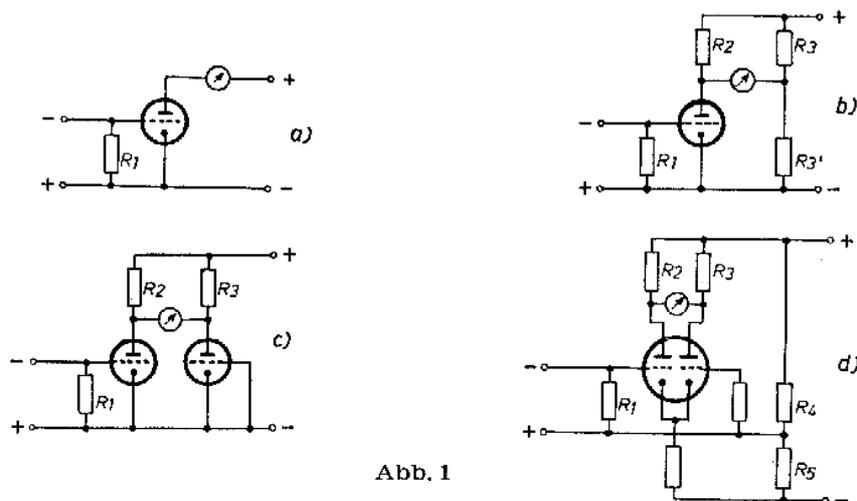
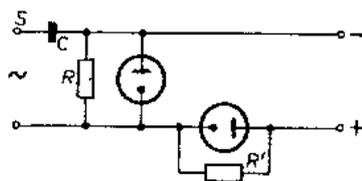
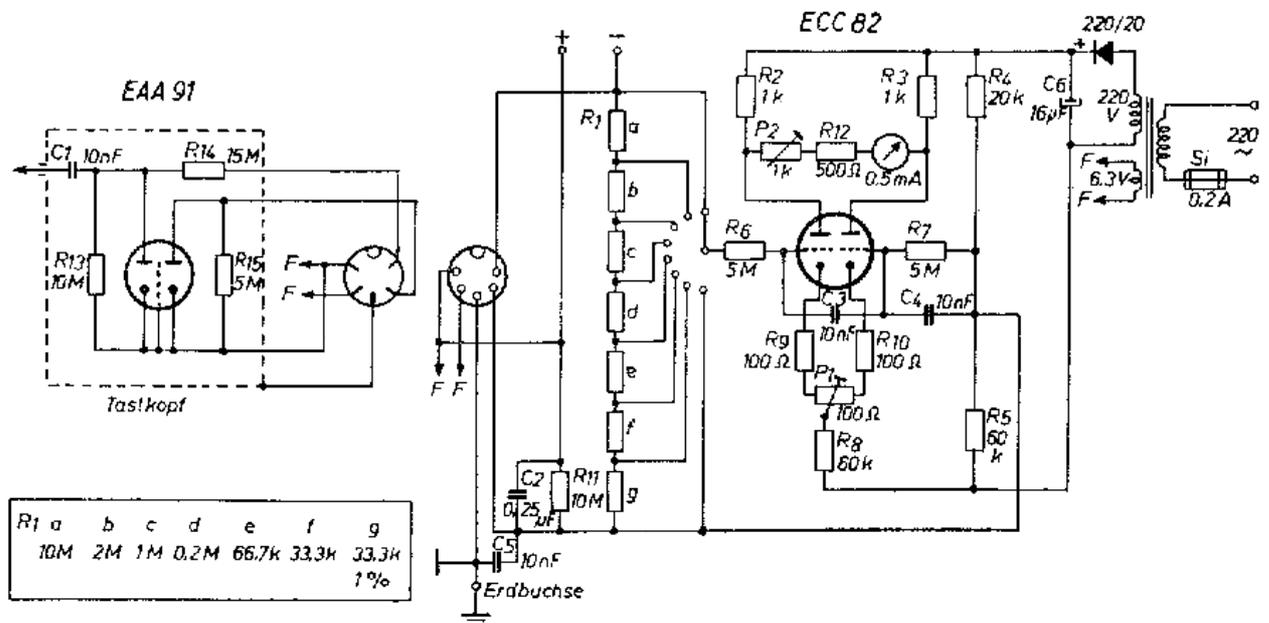

Abb. 1
Abb. 2
Abb. 4
In Abb. 1 a-d soll das elektrische Skelett verständlich gemacht werden. Zunächst seien nur Gleichspannungen zu messen, die mit der gezeichneten
Anders liegt der Fall, wenn Wechselspannungen gemessen werden sollen. Wir lassen unsere bisherige Anordnung bestehen und schalten einen Gleichrichter davor. Abb.2 zeigt einen einfachen Diodenkreis, der völlig genügt. Diese Schaltung (die linke Diode mit R) kennen wir vom Demodulator im Empfänger her. R wird - wie R1 - mit 10 MOhm gewählt, während C nur so groß sein muß, daß die tiefste zu messende Frequenz noch erfaßt wird (für 50 Hz genügen 10 nF). Die ganze Anordnung wird in eine handliche kleine Sonde (Tastkopf) eingebaut und mit dem Röhrenvoltmeter durch ein Kabel verbunden, das nur noch Gleichstrom und Heizstrom führt. Die Eingangsbuchse S ist als Tastspitze ausgeführt (siehe Photo), damit bei hochfrequenten Messungen lange Leitungen vermieden werden. Über die zweite Diode und R' siehe weiter unten.
Bevor wir zur Gesamtschaltung (Abb. 4) übergehen, müssen wir uns noch mit drei wesentlichen Fragen herumschlagen:
**1. Anlaufstrom.** In jeder Diode - dazu gehört auch die Strecke Katode-Steuergitter bei Verstärkerröhren - fließt auch bei null Volt angelegter Spannung ein kleiner sog. Anlaufstrom (Abfluß freier Elektronen aus der Katode). Er erzeugt in einem Widerstand (R1 in Abb.1, R in Abb.2) einen Spannungsabfall, der von R abhängt und hier bei etwa 1 Volt liegt. Die Diode in Abb. 2 liefert also bereits im Ruhezustand eine kleine Gleichspannung. Wir kompensieren sie mit Hilfe einer zweiten Diode und R', so daß sich die beiden Anlaufspannungen gerade aufheben. Theoretisch müßten R und R' gleich groß sein, in unserer Schaltung ist R' aber wesentlich kleiner, was auf eine geringe Unsymmetrie der Brumm-Einstreuungen zurückzuführen ist.
Aber nicht nur im Diodenkreis, sondern auch im Gitterkreis der Triode tritt diese Anlaufspannung störend hervor. Wenn R1 sich nicht ändern würde, hätte sie keine Bedeutung. Da wir R1 jedoch als Spannungsteiler ausbilden wollen, um verschiedene Meßbereiche zu bekommen (Abb. 4), ändert sich mit jedem Umschalten auch die Anlaufspannung und bedingt jedes Mal eine Nullkorrektur des Instrumentes. Durch Vorschalten eines großen Gitterwiderstandes vor die Röhre (R6 in Abb. 4) vermindern wir diesen Effekt sehr. Aus Symmetriegründen bekommt auch die rechte Röhre den Vorwiderstand. Die Null-Lage muß jetzt nur beim Umschalten auf den kleinsten Meßbereich geringfügig nachgestellt werden.
**2. Null - Einstellung.** Jeder Gleichspannungs-Verstärker (diesen Fall haben wir hier vor uns) muß von Zeit zu Zeit etwas nachjustiert werden, da sich die Röhrendaten und Widerstandswerte während der Betriebszeit geringfügig ändern. In Abb. 4 wird mittels P1 die Symmetrie zwischen den beiden Katoden eingeregelt. Ferner sehen wir in Serie mit dem Instrument das Potentiometer P2. Dieser Regler verändert die Empfindlichkeit und damit den Endausschlag des Instrumentes und dient zur einmaligen Einstellung auf Vollausschlag auf irgendeinem Meßbereich. Er braucht dann nur bei Röhrenwechsel nachgetrimmt zu werden. Durch den Anschluß des Dioden-Tastkopfes darf sich in Ruhe die Null-Lage nicht mehr ändern.
Jetzt wird Abb.4 leicht verständlich. R1 ist als Spannungsteiler aufgeteilt, die 7 Teilwiderstände müssen auf 1%, besser 0,5% genau sein, da von ihnen die Meßgenauigkeit des ganzen Gerätes abhängt. R11, (sowie R13 und R15) brauchen nicht so genau zu sein, sollen aber unbedingt vor dem Einbau gealtert werden, R11 liegt als Vorwiderstand vor dem Eingang des Gerätes. Dadurch lassen sich ohne Störungen alle Messungen erdfrei ausführen, d.h. es kann der Plus- oder Minuspol des Einganges geerdet werden. C2, C3 und C4 verhindern Störungen, die durch Eindringen von Wechselfspannungen und ihrer Gleichrichtung entstehen könnten. Der fünfpolige Stecker führt zum Tastkopf. R11 und R13 sind gleich groß und entsprechen R' und R in Abb.2. Da R' aber, wie oben erwähnt, im vorliegenden Fall kleiner sein muß als R, wird R11 beim Einstecken des fünfpoligen (Tuchel-)Steckers entsprechend mit R15 überbrückt. Der Widerstandswert R15 ist ziemlich unkritisch und wird ausprobiert, er muß so groß sein, daß die Null-Lage beim Einstöpseln des Tastkopfes erhalten bleibt. R14 wird, wenn nötig, noch so geändert, daß sich der richtige Endausschlag bei der Wechselfspannungsmessung einstellt. Das Chassis (Gehäuse) wird über eine eigene Leitung im Fünffachkabel mit der Abschirmung des Tastkopfes verbunden. Die Verbindung zur Schaltung selbst bildet C5, damit das Gehäuse berührungssicher ist. Die Heizleitung wird mit den beiden Katoden der EAA 91 verbunden. Die maximal zulässige Spannung zwischen Faden und Katode wird dann bei der ECC 82 nicht überschritten. Der Netzteil verzichtet auf Drossel und Siebkondensator und braucht auch nicht stabilisiert zu werden, wenn nicht extrem hohe Anforderungen an die Unabhängigkeit von Netzschwankungen gestellt werden. Der Ladeblock C6 darf nicht leitend auf das Chassis geschraubt werden. Günstig ist ein kleiner Roll-Elektrolyt, der in die Verdrahtung eingehängt wird.
Hinweis: Im Schaltbild der Original-Veröffentlichung (Abb.4) ist der Netzgleichrichter mit falscher Polarität eingezeichnet. Der Fehler ist in diesem Dokument korrigiert.